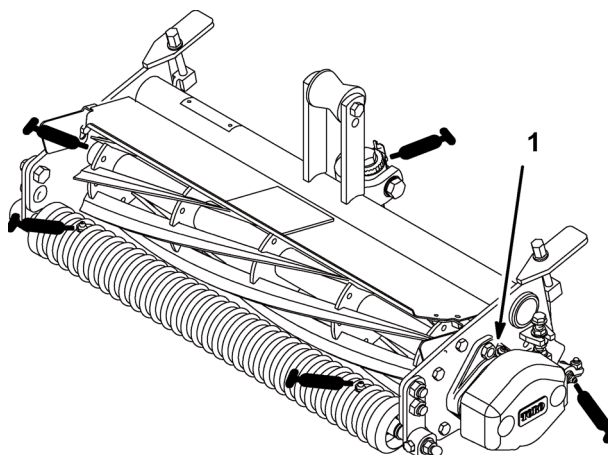

Figure 6
1. Plassering av og antall smørenipler: motstålakselen (1) spolelagrene (2) og fremre og bakre valser (2 av hver) (fig. 6)